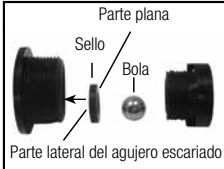

Figure 7
9) Pour reconstruire, démontez les deux moitiés de la cartouche et remplacez le joint et/ou le clapet. Remplacez la cartouche (figure 7). Le joint se monte à l'intérieur du plus large de deux moitiés de la cartouche. Le côté chambré du joint s'installe dans les rainures dans la moitié de la cartouche. La performance de la pompe pourrait être affectée si ceci n'est pas assemblé correctement.